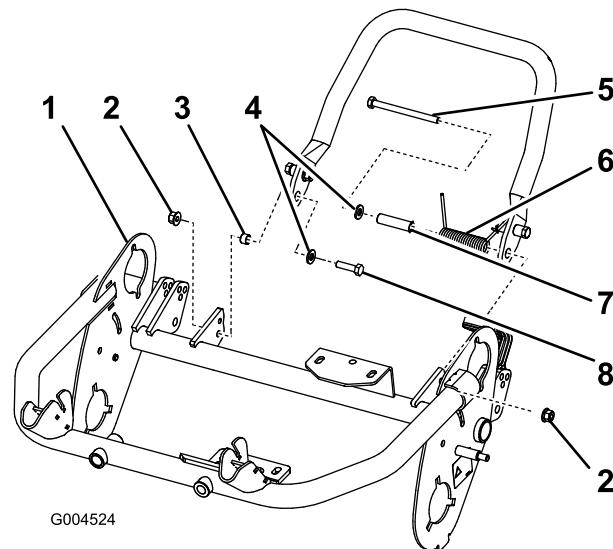

Figura 6
cavalletto sul telaio, utilizzando il bullone e la rondella, il distanziale piccolo e il dado di bloccaggio (M8–1,25) (Figura 6). Il bullone deve essere montato dall'interno del telaio, come illustrato nella Figura 6.
Importante: Quando montate la molla, inserite un'estremità della molla sotto il telaio posteriore (Figura 6).
5. Montate il lato sinistro del cavalletto sul telaio, utilizzando il bullone e la rondella, il distanziale grande e il dado di bloccaggio (M8–1,25) (Figura 6). Il bullone deve essere montato dall'interno del telaio, come illustrato nella Figura 6.